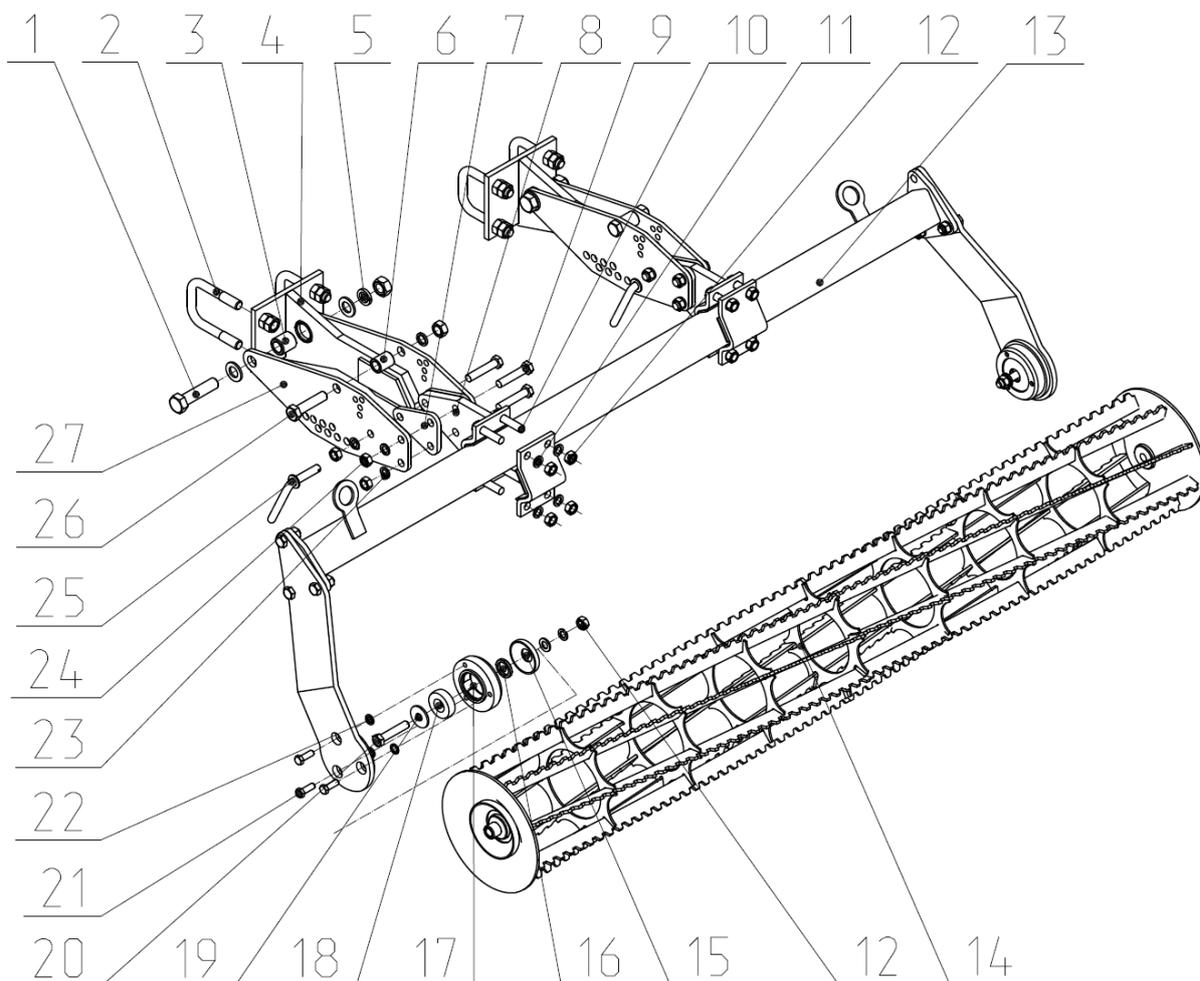

Рис.9 КСП 04.160 Секция катка однорядного.
2.6.1 Секция катка однорядного (Рис.9) состоит из спирально-планчатого катка 14 закрепленного на подшипниках 18 в корпусах 17. Корпуса закреплены болтами 21 на опоре 13. Опора через кронштейны 8 и 22 прикреплена к штангам 4. Штанги при установке на культиваторе закрепляются на задних балках центральной и боковых секциях скобами 2.